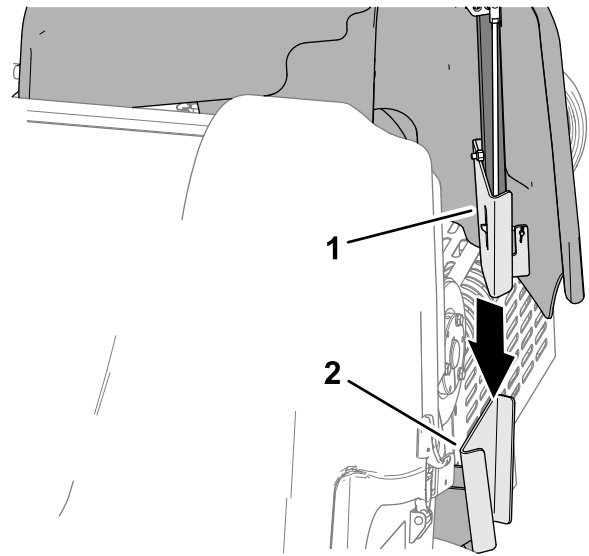

Figura 144
1. Aliniați suportul de montare al capacului curelei cu suportul capac-suport al cadrului mainii (Figura 144).